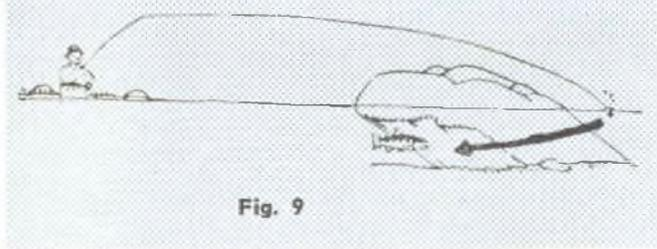

Fig. 9
- g) Preferite lanciare l'esca sopra massi o banchi che siano scavati di sotto (fig. 9).